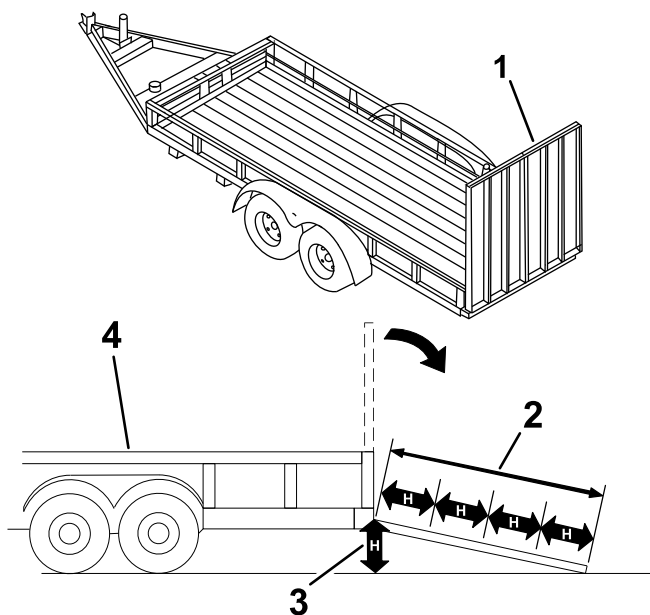

Figura 29
El cargar la máquina en un remolque o un camión aumenta la posibilidad de un vuelco y podría causar lesiones graves o la muerte (Figura 29).
- Baje la rampa (Figura 29).